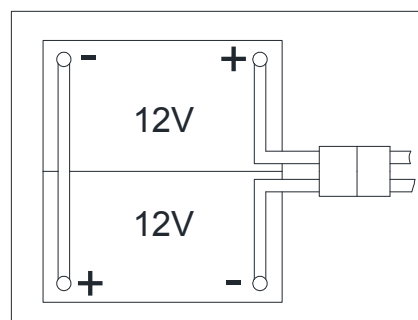

Figure 3
La machine nécessite deux batteries de 12 V, connectées selon le schéma (Figure. 3).
11. Ouvrir le couvercle du réservoir de récupération (1) et vérifier si le réservoir de récupération (25) est vide; sinon, le vider par le tuyau de vidange (22).
12. Fermer le couvercle du réservoir de récupération (1).
13. Renverser le réservoir de récupération (25) avec précaution.
15. Acheminer et installer le câble de la batterie comme indiqué dans (Figure 3), puis serrer soigneusement l'écrou sur chaque borne de la batterie.
16. Placer le capot de protection sur chaque borne, puis connecter le connecteur de la batterie (38).
17. Abaisser avec précaution le réservoir de récupération (25).